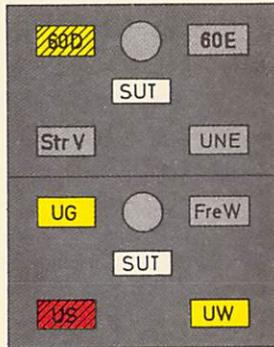

Bild 74
- (6) Wenn bei Umformerbetrieb der Signalumformer gestört ist, blinkt der Umformermelder für Signale rot (vgl. Bild 74) und der Summer ertönt. Die Signale können nicht mehr gestellt werden. Alle Signale und die Stelltafelbeleuchtung erlöschen, bis das Netzersatzaggregat die Stromversorgung übernommen hat. **Signalumformer gestört**